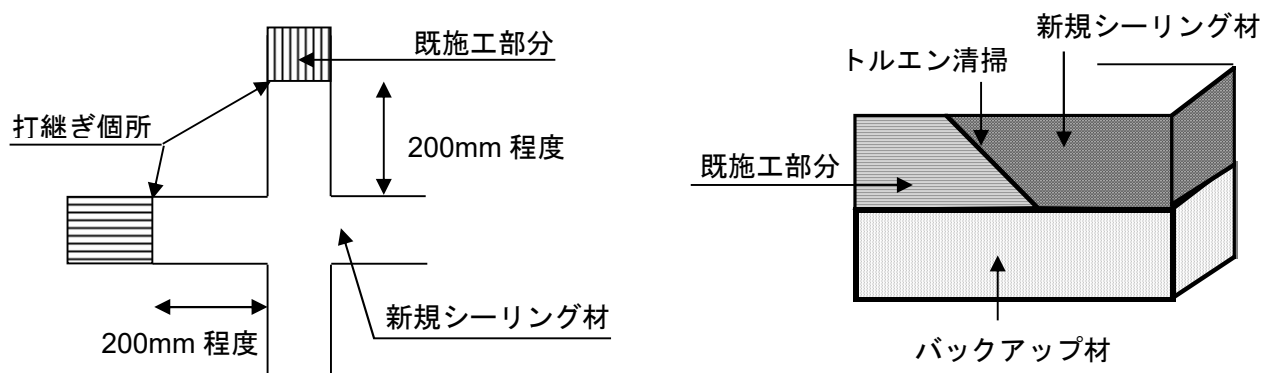

図3. 打継ぎの手順
- 3) 打継ぎ箇所は、図3のようにして目地交差部及びコーナー部を避けて行う。打継ぎ部は、後日施工しやすくするため斜め仕上げにし、打継ぎ施工時には既存シーリング面はトルエンにて清掃を行う。